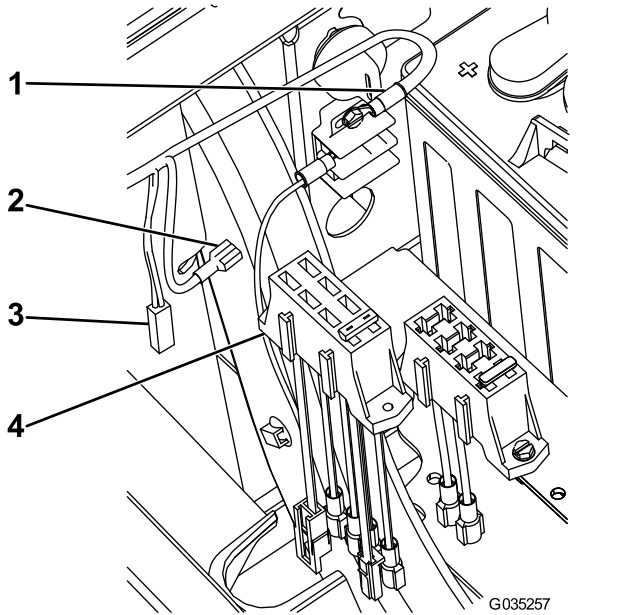

Figura 17
- **Para máquinas con N.º de serie 403448001 y anteriores**, encaje el nuevo bloque de fusibles en el bloque de fusibles existente de la máquina (**Figura 17**).
- 3. Conecte el conector grande del bloque de fusibles nuevo al cable de alimentación opcional del bloque de fusibles existente (**Figura 17**).
7. Conecte el otro cable al cable con fusible del bloque de fusibles nuevo (Figura 17).
- **Para máquinas con N.º de serie 403448001 y anteriores**, encaje el nuevo bloque de fusibles en el bloque de fusibles existente de la máquina (Figura 17).
2. Conecte el conector grande del bloque de fusibles nuevo al cable de alimentación opcional del bloque de fusibles existente (Figura 17).
- Conecte el otro cable al cable con fusible del bloque de fusibles nuevo (Figura 17).